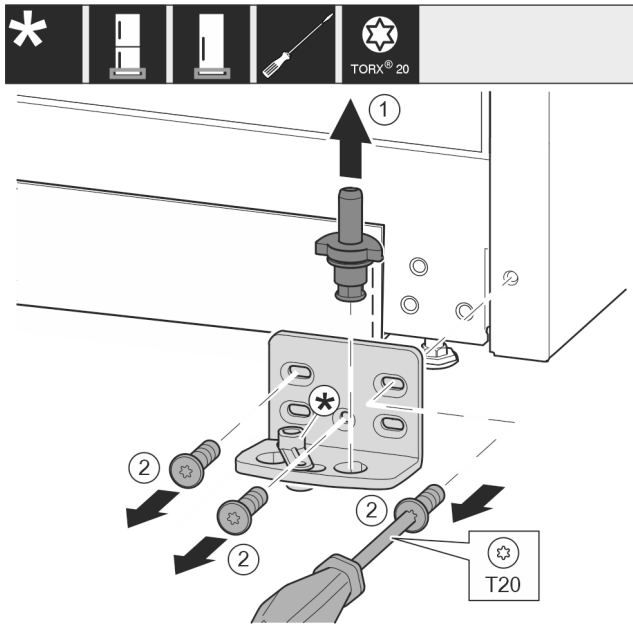

Fig. 44 *
- ▶ Vytiahnite ložiskový čap Fig. 44 (1) úplne nahor.*
- ▶ Vyskrutkujte skrutky Fig. 44 (2) skrutkovačom a odnímite ložiskovú konzolu.*